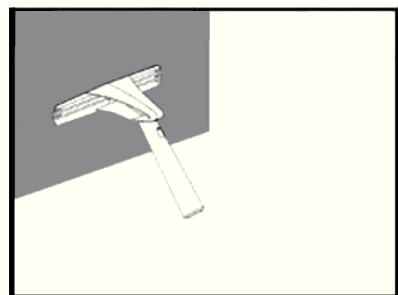

рис.3
-если площадь обрабатываемой поверхности большая, используйте ручной скребок с насадкой из микроволоконной ткани (рис. 3).